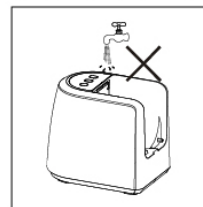

图1
2. 主体外部可用湿布擦拭, 请勿将主体放入水或其他液体中, 也不能在水或其他液体下冲洗, 杯体部分可用水清洗。(如图1)